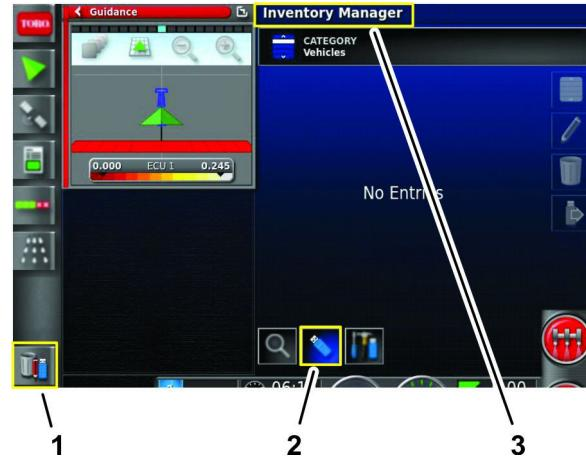

Figura 102
3. Premete l'Icona Sistema di gestione dell'inventario (Figura 102).
- 4. Se il titolo nella parte superiore della schermata indica Sistema di gestione dell'inventario, premete l'Icona Commuta visualizzazione (Figura 102).